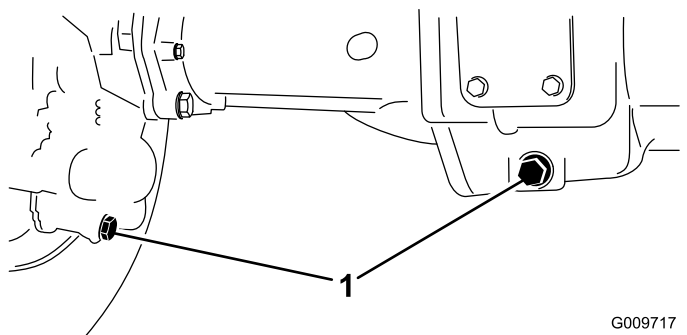

図 86
2. ドレンプラグそれぞれの端部に1本ずつ、中央に1本全部で3本の周囲をきれいにする 図 86。